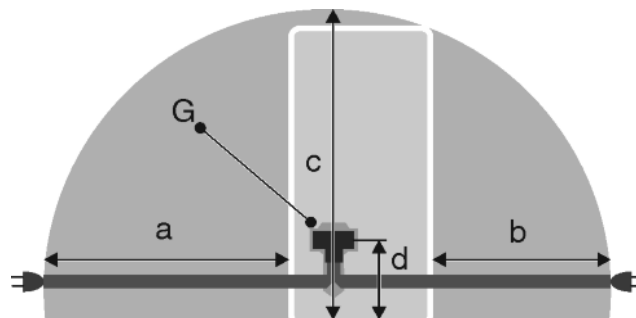

Fig. 41
- Розетка находится вне зоны задней стенки устройства в данной зоне. *Fig. 41 (a, b, c)*
- ▶ Штекер устройства *Fig. 41 (G)* подсоедините с задней стороны устройства. Следите за правильной фиксацией.